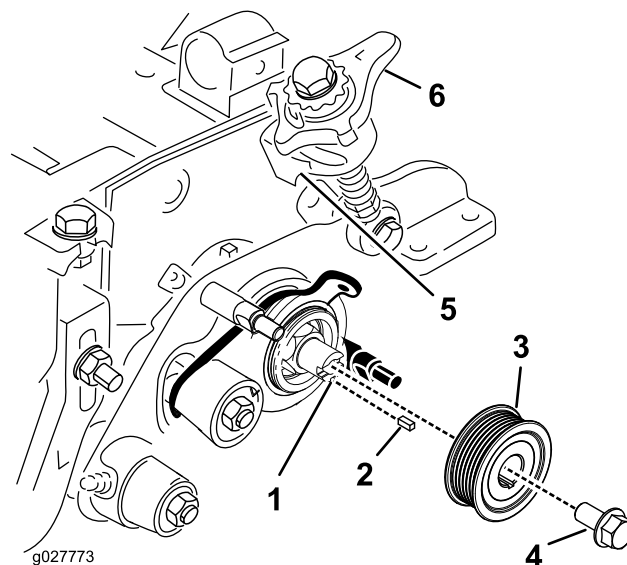

Figura 15
22. Monte los conjuntos de elevación rápida del lado de la transmisión a las chapas laterales con un perno con arandela prensada de 3/8 x 3/4 pulgada (Figura 15).
23. Instale la polea de transmisión nueva, la chaveta y el tornillo con arandela prensada (Figura 15).